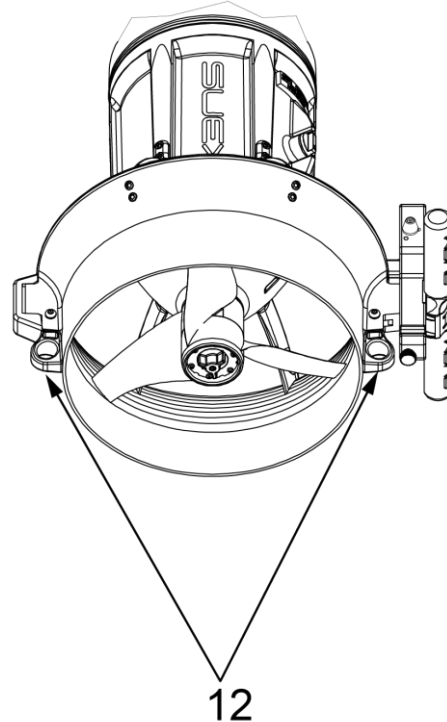

Fig 2 - Punti di attacco
girando, genera la spinta propulsiva. L'elica è protetta da una fascia circolare radiale che costituisce il convogliatore di flusso (5). Sempre posteriormente sono presenti l'interruttore generale (6) che seziona l'alimentazione elettrica, la manopola di regolazione della velocità (7) e i due punti di attacco fune (12 -Fig 2 - a pag. 6).